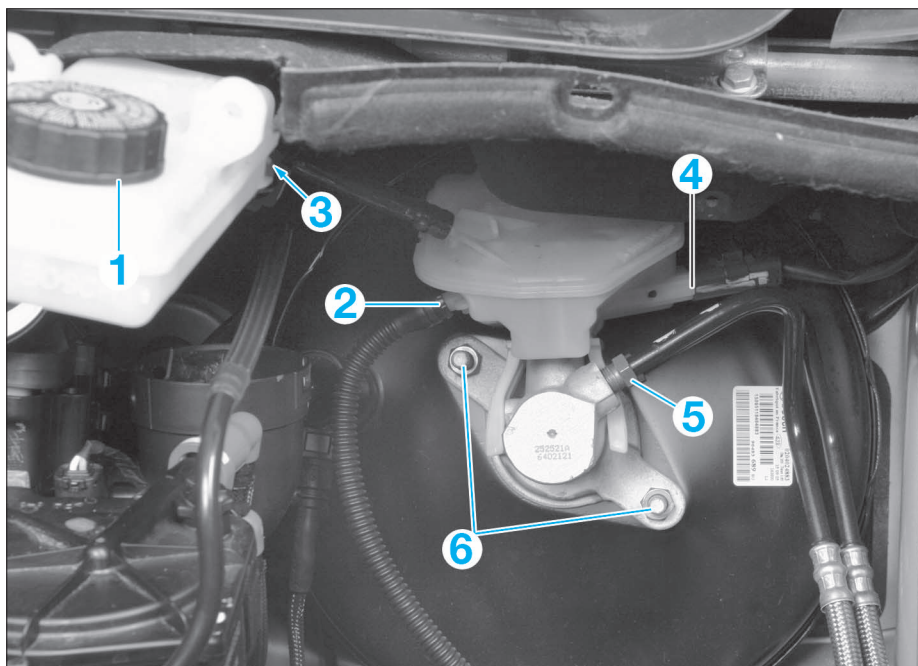

FIG. 13
- Déposer le bouchon du réservoir supérieur (1) (Fig.13).
- En débranchant le tuyau (2) d'alimentation de cylindre émetteur d'embrayage, vider le liquide de frein contenu dans les réservoirs.